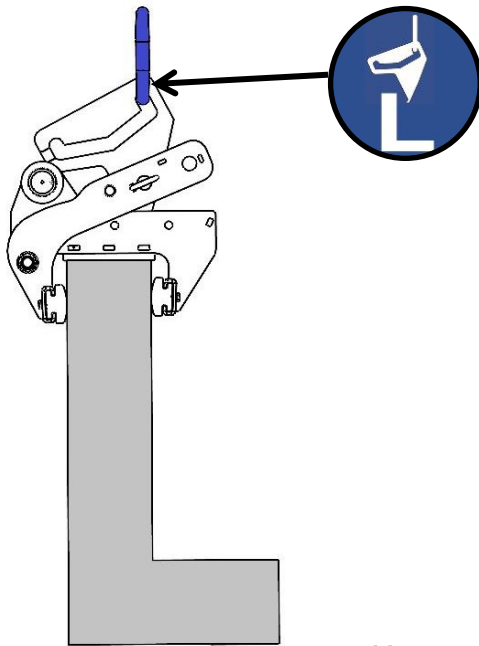

Abb. 1
Zur Veränderung des Greifbereichs muss zuerst der Klappstecker (1) entfernen und dann der Steckbolzen (2) herausgezogen werden (→ Abb. 1).
Die meisten Greifgüter (L-Steine) mit außermittigem Schwerpunkt können mit dem Gerät (WEZ) senkrecht versetzt werden (→ Abb. 1). Es gibt jedoch Elemente mit extrem außermittigen Schwerpunkten, die **nicht über den Schwerpunktausgleich eingestellt werden können**.